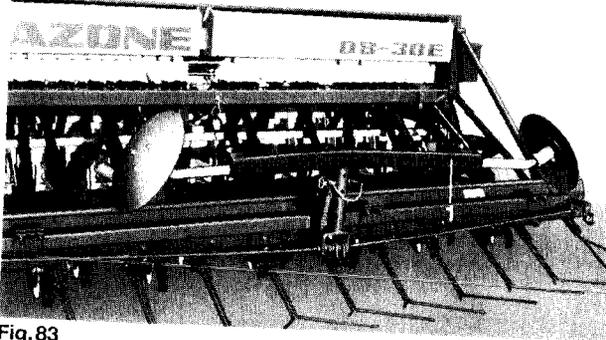
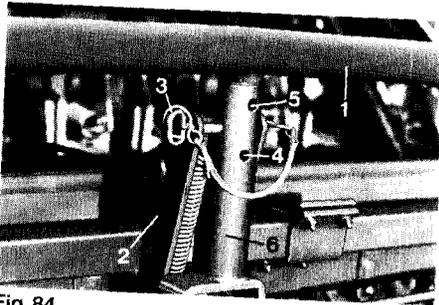
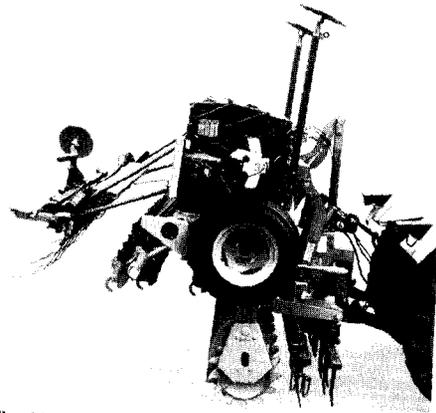

Fig.83
Fig.84
Fig.85
Der Anreißerträger (Fig. 84/1) ist nach dem Lösen des Sicherungsbolzens (Fig. 84/3) zu der Seite zu neigen, auf der die Spuranreißerscheibe befestigt ist, und, wie folgt, abzustecken:
- Absteckbohrung vorn (Fig. 84/4), für einseitiges Anreißen rechts
- Absteckbohrung hinten (Fig. 84/5), für einseitiges Anreißen links.
In Transportstellung sind Anbauträger (Fig. 84/2) und Tragarm (Fig. 84/6) mit dem Bolzen (Fig. 84/3) abzustecken und zu sichern. Das Vorauflaufmarkiergerät (Fig. 83/1) ist nun ganz hochgeklappt und steht quer über dem Exaktstriegel. Fig. 85 zeigt eine Kombination mit dem AMAZONE-System „Huckepack“ und einer D8-30 EN mit Vorauflaufmarkiergerät in Transportstellung.
Auf **öffentlichen Straßen** ist der Anreißerträger (Fig. 84/1) mit den Spurscheiben abzunehmen.